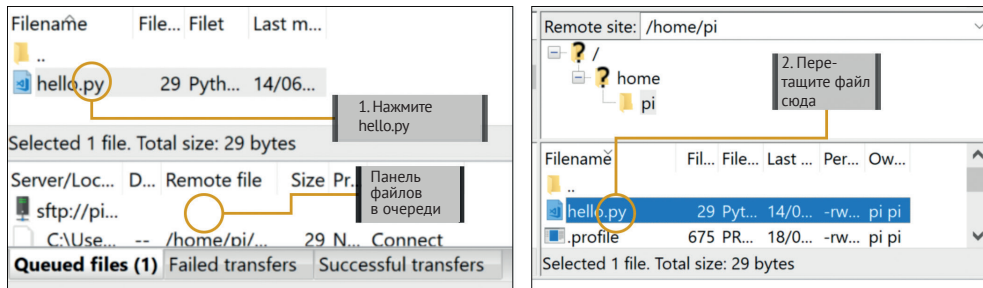

Рис. 5.3. Перемещение файла
10. Чтобы переместить файл на Raspberry Pi, нажмите на hello.py (в левом верхнем углу на рис. 5.3) и перетащите его в правую панель.
- Как показано на рис. 5.3, при перетаскивании файла он должен появиться в разделе **Queued files** (Файлы в очереди). Поскольку этот файл небольшой, он появится в этом поле лишь на мгновение. По такому принципу можно перемещать целые папки. Вскоре файл появится на панели **Remote site** (рис. 5.3).